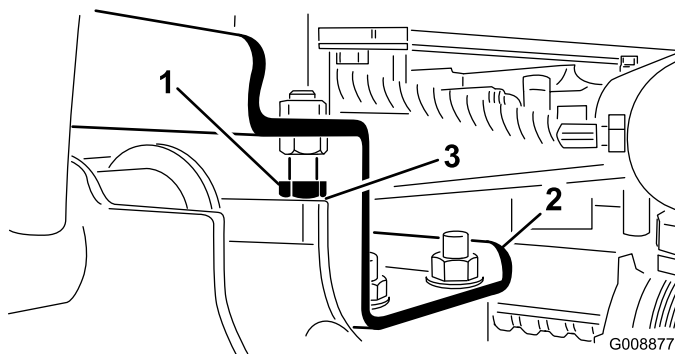

図 12
A. ストップボルトを戻す（図 12）。
2. 各昇降アームとストップボルトとの隙間が 0.13～1.02 mmの間にあるかどうか点検する（図 12）。この範囲になればストップボルトを調整する。